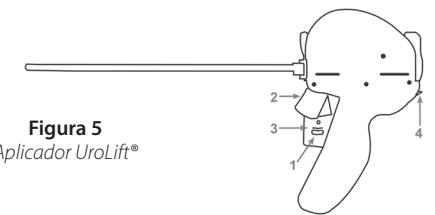

Figura 5
- 3.1 Libere el cierre de seguridad de la aguja (**paso 1, figura 5**).
- 3.2 Apriete ligeramente el gatillo para desplegar la aguja (**paso 2, figura 5**). A continuación, suelte el gatillo.
- 3.3 Despues de una breve pausa, apriete por completo el retractor (**paso 3, figura 5**) para retraer la aguja y desplegar la lengüeta capsular. Vuelva a apretar el retractor para garantizar que se realice la retracción.
3.7 Pulse el botón del disparador uretral hacia el telescopio (**paso 4, figura 5**) para desplegar la pieza terminal uretral y cortar la sutura sobrante. Tras pulsar el botón del disparador uretral, se desplegará el implante UroLift® completo. Ya no es posible colocar más implantes con el mismo aplicador.